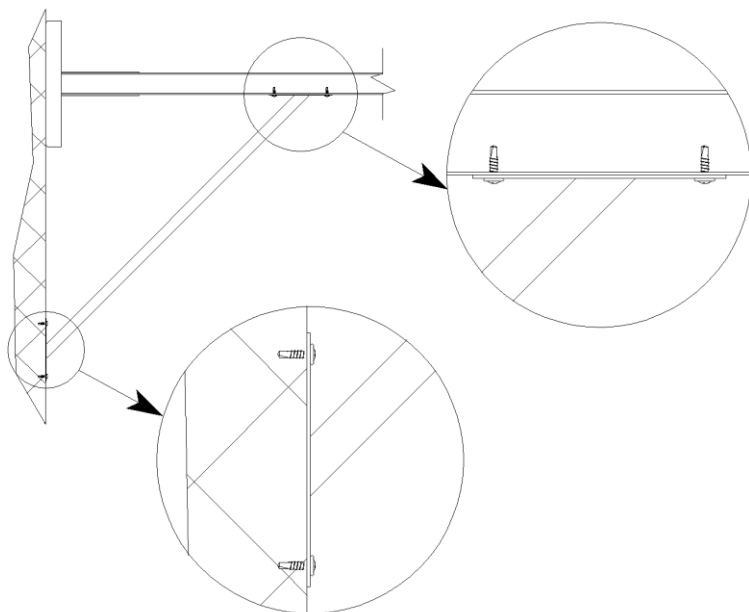

Рисунок 3. Крепление специальной подпорки.
- Установить специальную подпорку кронштейна гусака, закрепив ее к стене и кронштейну с помощью саморезов п/ш 4,2x16. (Рисунок 3).